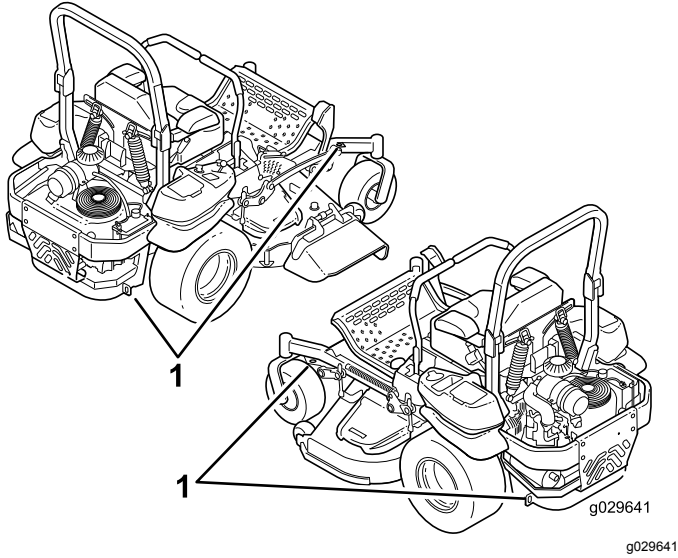

Figura 40
- Utilice los puntos de amarre metálicos de la máquina para sujetar la máquina firmemente al remolque o al camión con correas, cadenas, cables o cuerdas (Figura 40).